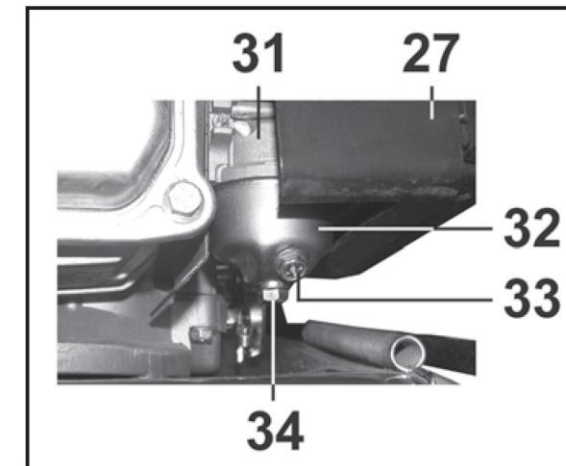

Рис. 16
9.6. Очистка отстойника карбюратора (Рис. 16)